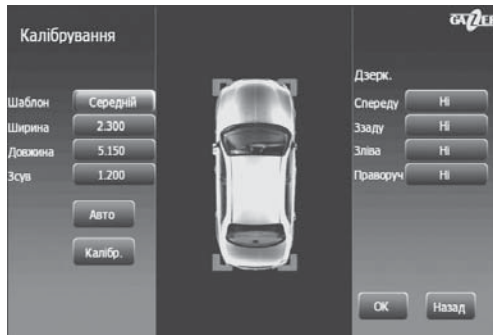
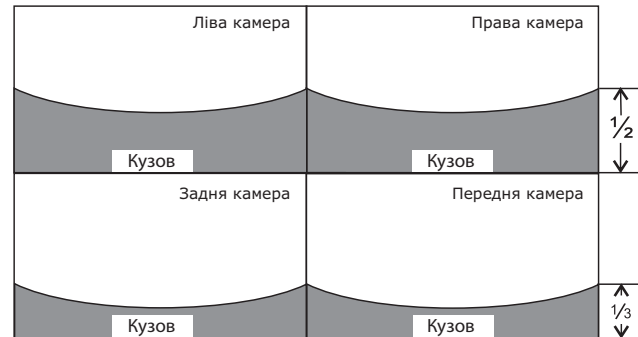

Рис. 7
Рис. 8
4. Перейдіть до пункту меню «Калібр.» (Рис. 7) та виконайте почерговий перегляд сигналу з кожної камери за допомогою кнопок навігації на пульті керування. Переконайтеся в тому, що зображення з камер відповідає схемі нижче (Рис. 8).